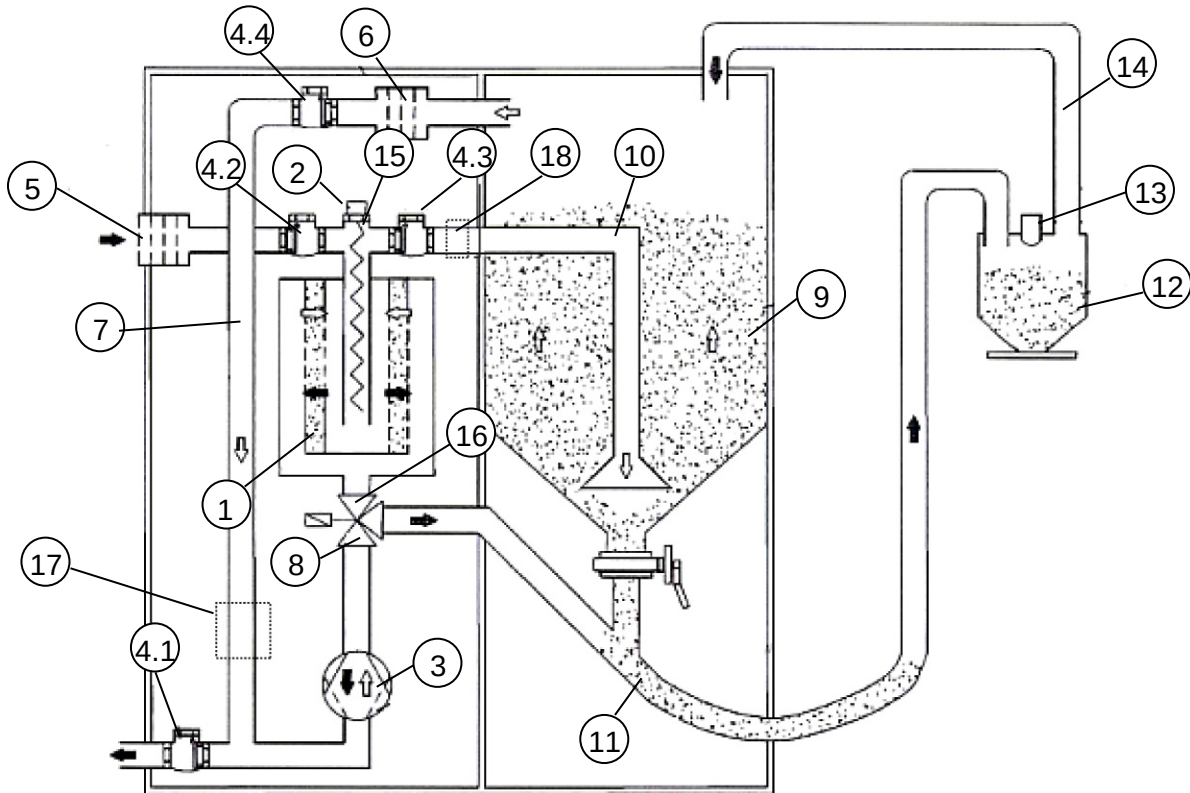

Abb.8 Schéma de fonctionnement
Le capteur de niveau (13) (voir Abb.8) indique à la commande le manque en matière tant qu'il n'est pas recouvert de matière ou a atteint l'écart défini à la sonde et que le transport est en marche.